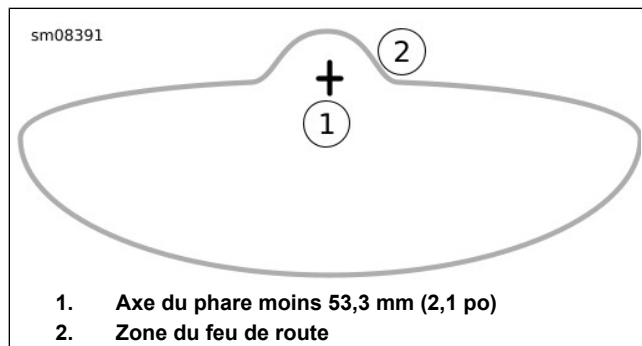

Figure 90. Faisceau de phare : Modèles avec carénage monté sur cadre
- c. **DÉL, carénage monté sur cadre** : Voir Figure 90. Centre de la tache lumineuse sur le repère avec le phare réglé sur le **feu de route**.
- b. Voir Figure 90 . Régler le faisceau lumineux du phare.